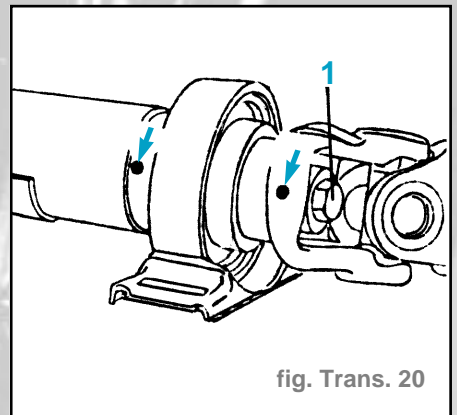

fig. Trans. 20
- Repérer avant la dépose les positions relatives des parties avant et arrière de l'arbre de transmission (fig. Trans. 20).